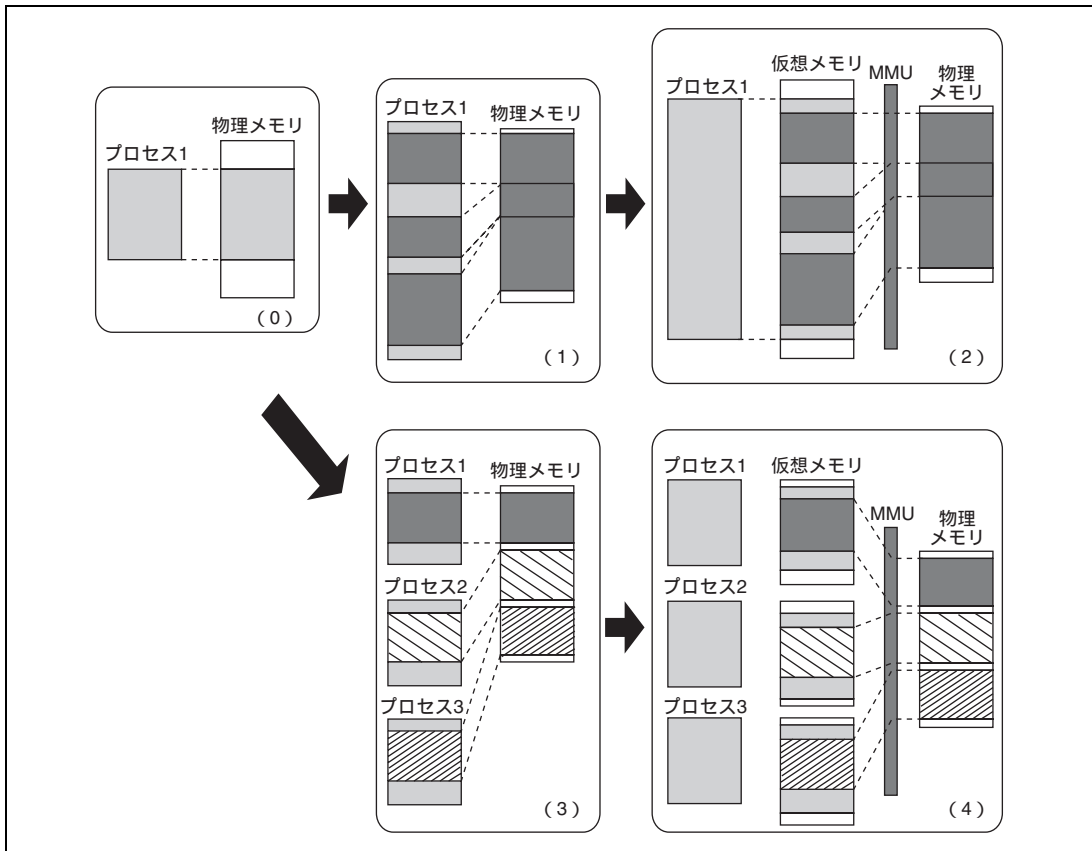

図 7.1 MMU の役割
MMU とは物理メモリを有効に利用するために考え出された機能です。図 7.1 (0) に示すように、プロセスのサイズが物理メモリより少ない場合、プロセスのすべてを物理メモリへマッピングすることが可能です。しかしプロセスのサイズが増大し、物理メモリに収まらない場合、プロセスを分割して実行に必要な部分を随時物理メモリへマッピングする必要が生じます (図 7.1 (1))。この物理メモリへのマッピングをプロセス自身が考えながら実行している場合は、プロセスにかかる負担が増大します。この負担を軽減するために物理メモリへのマッピングを一括して行おうとして生まれた考え方が仮想記憶方式です (図 7.1 (2))。仮想記憶方式では物理メモリに比べて十分に大きな仮想メモリを用意します。プロセスはこの仮想メモリにマッピングされます。このためプロセスは仮想メモリ上での動作だけを考えていけばよくなります。仮想メモリから物理メモリへのマッピングには、MMU が用いられます。通常、OS が MMU を管理しており、プロセスが必要とする仮想メモリを円滑に物理メモリへマッピングできるように物理メモリの入れ換えを行います。物理メモリの入れ換えは 2 次記憶などの間で行われます。
こうして生まれた仮想記憶方式は、複数のプロセスが同時に走行するタイムシェアリングシステム (TSS) の上で威力を発揮します (図 7.1 (3))。TSS 上で走行する複数のプロセスが、おのおの物理メモリへのマッピングを意識しながら動作していたのでは効率が上がりません。この効率を上げ、各プロセスの負担を減らすために仮想記憶方式は使われます (図 7.1 (4))。この仮想記憶方式ではプロセスごとに仮想メモリが割り当てられます。MMU は複数の仮想メモリを効率よく物理メモリへマッピングする働きをします。さらに、あるプロセスが別のプロセスの物理メモリに誤ってアクセスしないように、MMU には記憶保護の機能も備わっています。